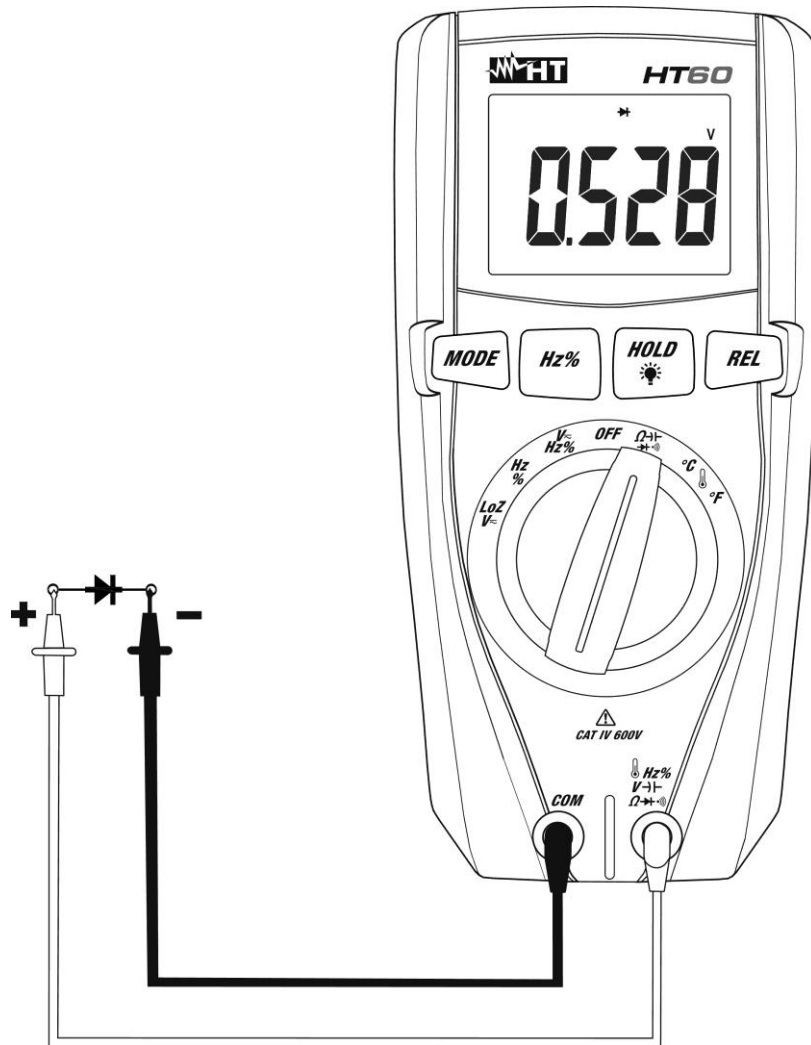

Fig. 6: Utilisation de l'instrument pour le test des diodes
4. Positionner les embouts aux extrémités de la diode sous test en respectant les polarités indiquées (voir Fig. 6). La valeur de la tension de seuil en polarisation directe est affichée à l'écran.
6. Si l'instrument affiche le message "**O.L.**" les bornes de la diode sont inversées par rapport à ce qui est indiqué dans Fig. 6 ou bien la jonction P-N de la diode est endommagée